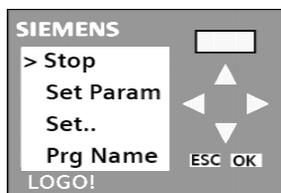

Figura 31. Menú para detener el programa o setear parámetros.
35. Presione el botón **ESC**, se mostrará la pantalla de la Figura 31, ubique el cursor “>” mediante los botones arriba o abajo ▲ ▼ en la opción **Stop** y presione el botón **OK**, luego en la opción **Si** para confirmar que si se quiere detener el programa, presione de nuevo **OK** y esta vez si verá el menú de la Figura 32.
36. En el menú que se muestra en la Figura 31, con el botón ▼ baje entre las opciones hasta pasar a la siguiente pantalla donde está la opción **Red..**